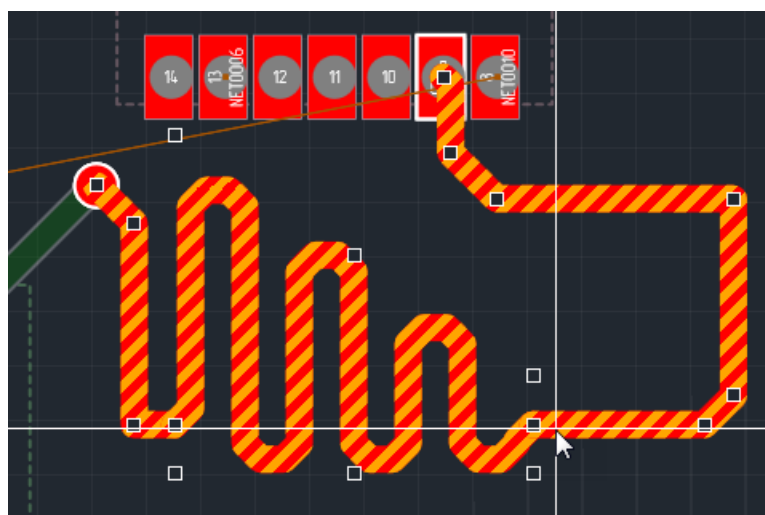

Рис. 217 Изменение геометрии меандра
3. Нажать левую кнопку мыши и, удерживая ее, переместить курсор, определяя тем самым новые границы области размещения, см. Рис. 217. Изменения меандра будут отображаться на экране.